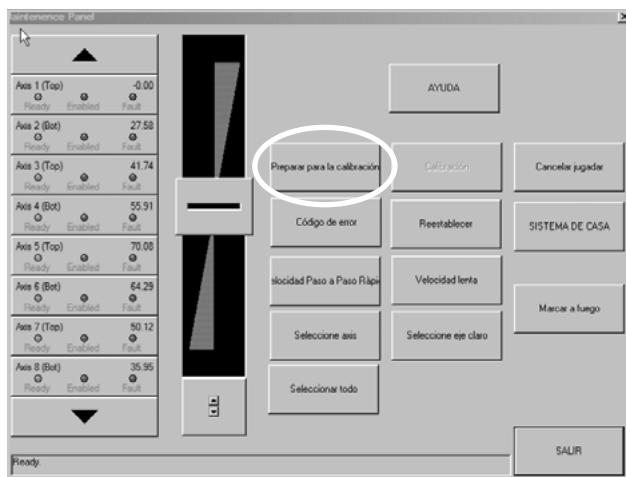

Figura 60
- Paso 3. Haga clic en Prepare for Calibration (Preparar para calibración) (figura 60).